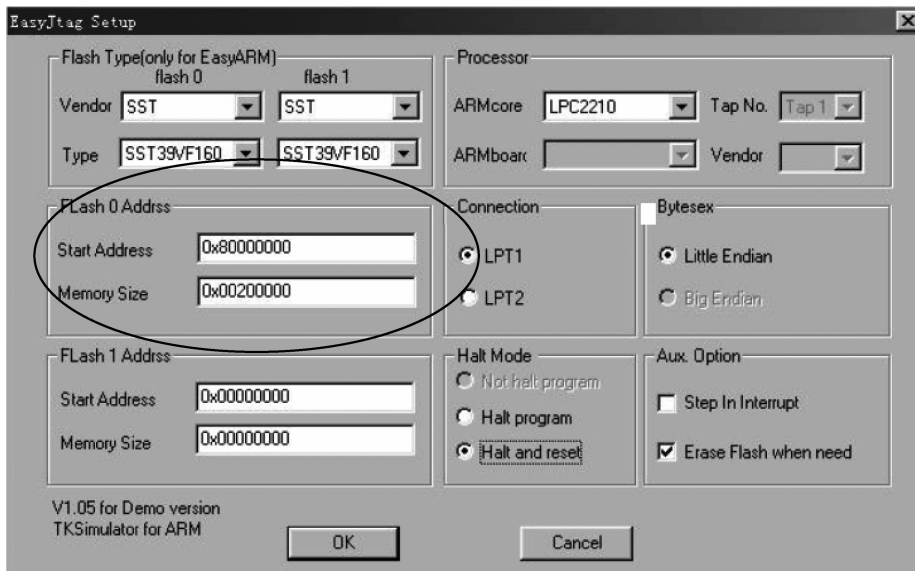

图 4-21 片外 Flash 调试的仿真器设置
(6) 执行 Project→Debug 菜单命令,启动 AXD 进行 JTAG 仿真调试(需要正确设置仿真器,参考 ADS 集成开发环境及仿真器应用)。
(7) 全速运行程序,程序会在 main.c 的主函数中停止(因为调试选项设置第一次启动运行停在 main 处)。
(8) 全速运行程序,观察 8 个 LED 流水灯的状态。
(9) 当仿真调试通过后关闭 AXD,在 ADS 1.2 集成开发环境中选用 RelOutChip 生成目标,然后编译链接工程。
(10) 执行 Project→Debug 菜单命令,启动 AXD 进行 JTAG 仿真调试。此时 EasyJTAG 仿真器将会把程序下载到片外 Flash 上(需要正确设置仿真器,见图 4-21)。